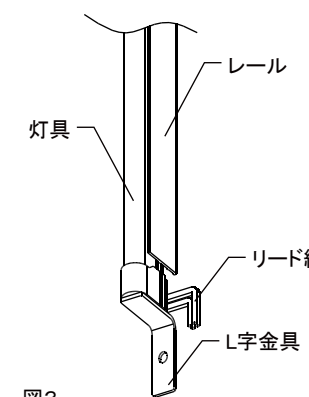

図3
- レールを使用して縦方向に取付ける場合は、灯具が下方にずれる場合があります。L字金具等を使用し灯具を固定して下さい。(図3参照)